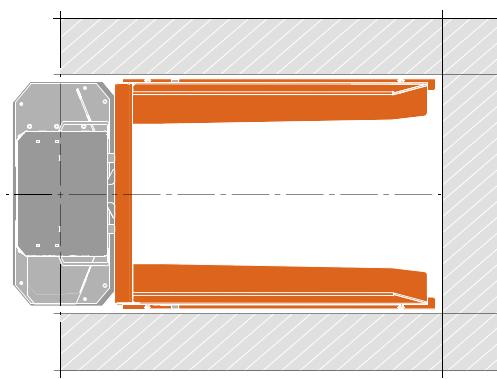

Figure 17 Zone de sécurité
- Placez l'élévateur à palettes dans la position souhaitée. Assurez-vous que l'espace autour de l'élévateur à palettes est bien dégagé (min. 500 mm.). Voir figure 17.